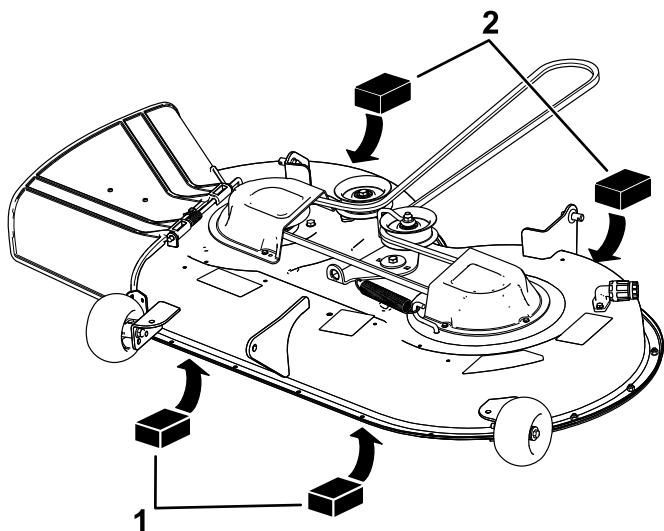

Figura 67
4. Coloque dois calços de 6,6 cm de espessura cada debaixo de cada lado da extremidade frontal da plataforma, mas não debaixo dos suportes do rolo antidanos (Figura 67).
5. Coloque dois calços de 7,3 cm de espessura cada debaixo da extremidade traseira da aba da plataforma de corte, um em cada lado da plataforma de corte (Figura 67).